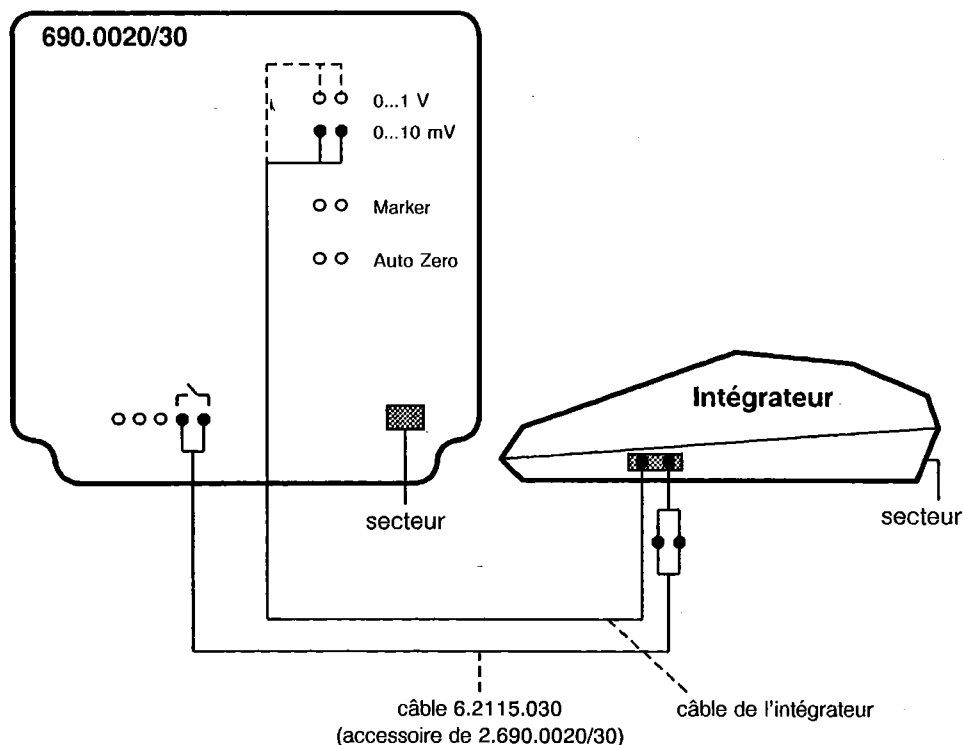

Fig.16: Branchement d'un intégrateur au Chromatographe ionique 690
Avec les version 690.0020 et 690.0030 du Chromatographe ionique 690, on a la possibilité de mettre en marche automatiquement l'intégrateur quand la vanne d'injection est commutée en position "Inject". Pour faire ça, l'intégrateur doit être relié par le câble 6.2115.030 aux douilles de raccords (35) "Integrator Start" (voir Fig. 16, données techniques voir Chap. 7.2).